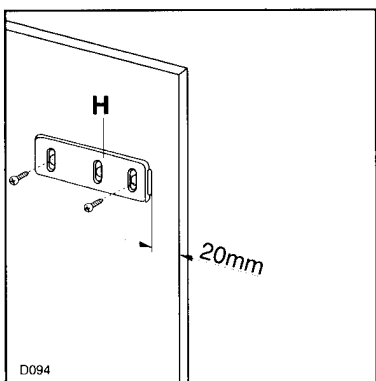

Fig. 7
Posez les guides (H) à l'intérieur de la porte du meuble, en haut et en bas, comme l'illustre la Fig. 7, et repérez la position des trous extérieurs. Après avoir préparé les trous,